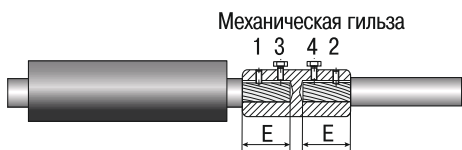

Рисунок 4
4.8 При соединении жил болтовыми гильзами со срывными головками удалить изоляцию с жил на длине  $E$  (рисунок 4).
4.11.2 Установить на соединяемые жилы гильзу до упора в изоляцию и подтянуть от руки болты в порядке 1-2-3-4 (рисунок 4).